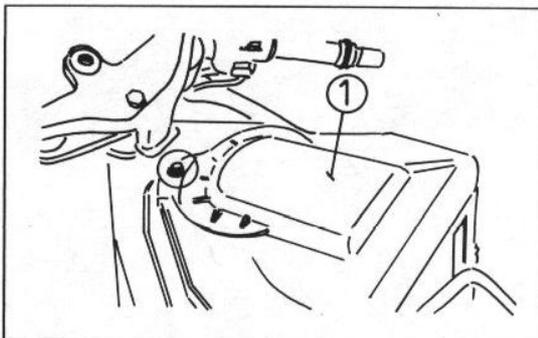

Bild 3
- Das Luftfiltergehäuse demontieren (Bild 3).